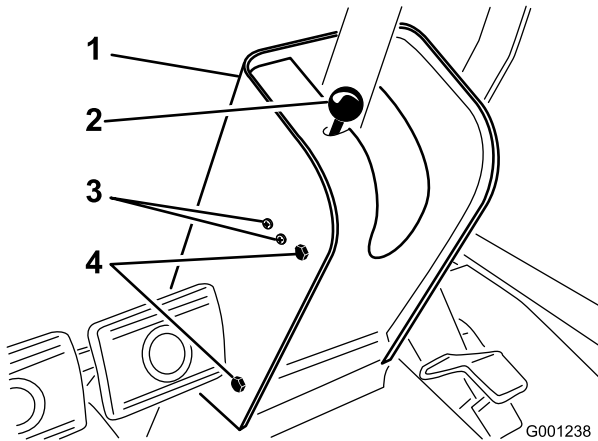

Figura 61
2. Retire o botão da barra do travão de estacionamento e os parafusos da cobertura da coluna de direção (Figura 61).
4. Desaperte os parafusos e porcas que fixam o interruptor do TRAVÃO DE ESTACIONAMENTO ao lado esquerdo da coluna de direção (Figura 61).